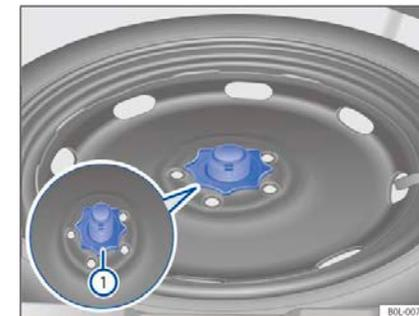

Рисунок 141 В багажнике: маховик для крепления аварийного запасного колеса
- Полностью отвинтите маховик в центре аварийного запасного колеса  **рис. 141**  против часовой стрелки.